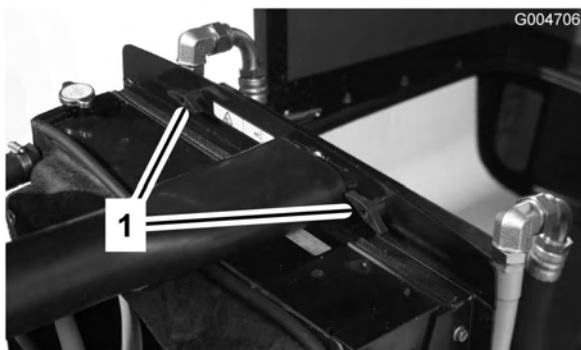

Figura 60
2. Retire os botões (Figura 60) que fixam o dispositivo de arrefecimento de óleo à estrutura.